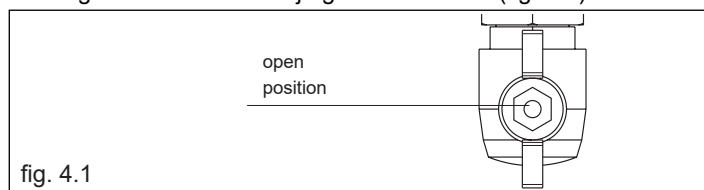

fig. 4.1
- åbn gashanen ved at dreje grebet mod uret (fig. 4.1)